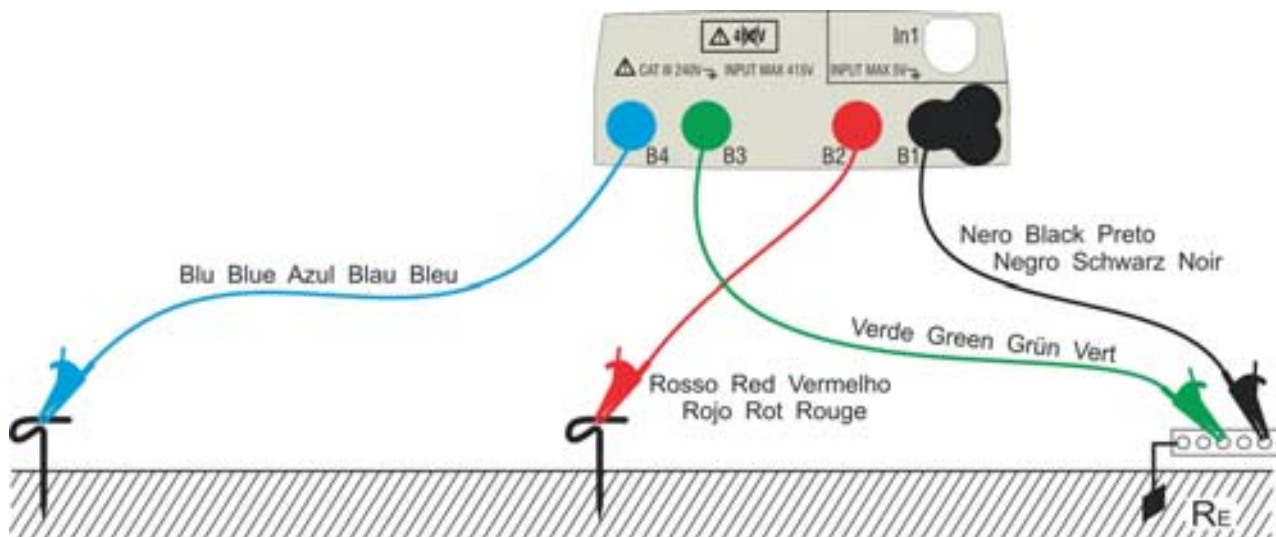
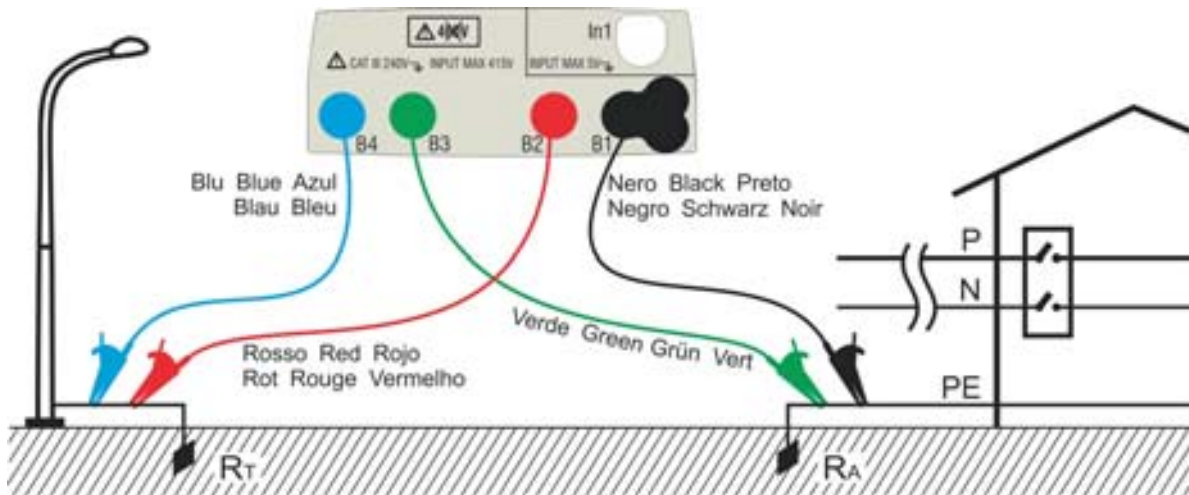
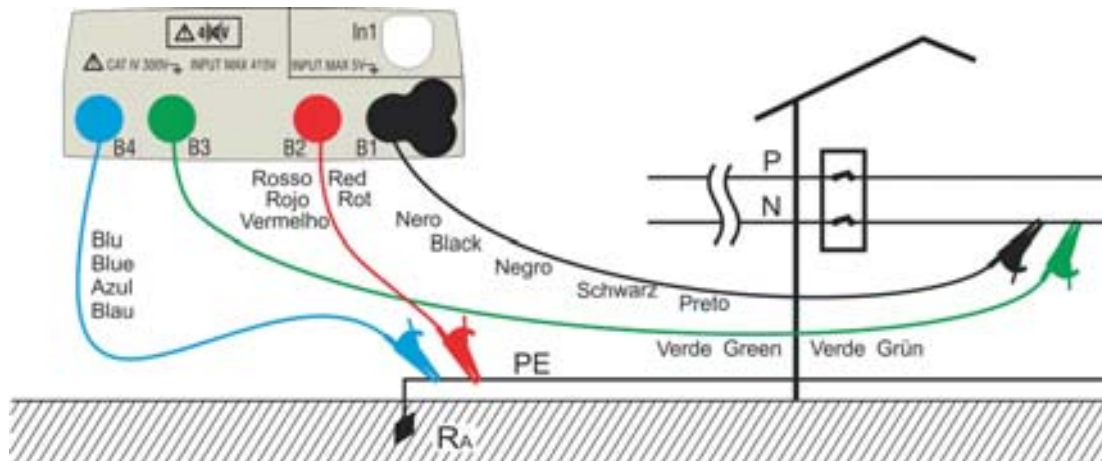
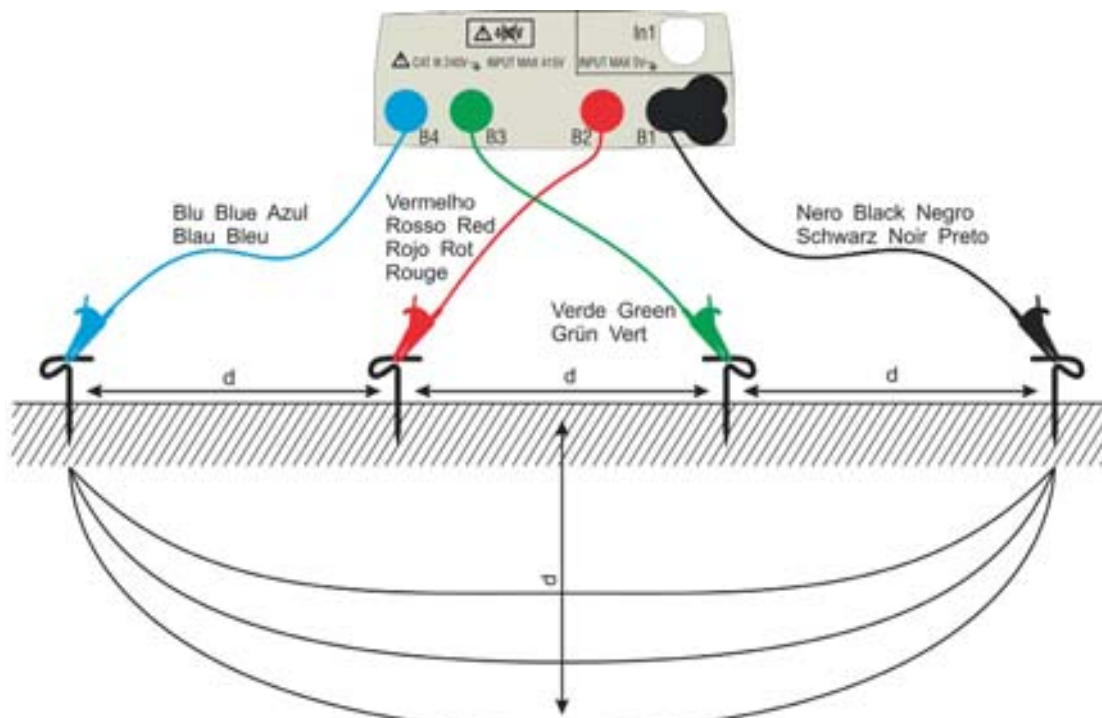

Fig. 28: Misura della resistenza di terra a 3 fili
Fig. 29: Misura della resistenza di terra a 2 fili con dispersore ausiliario
Fig. 30: Misura della resistenza di terra a 2 fili dal quadro di alimentazione
Fig. 31: Misura della resistività del terreno
- 12 Collegare i cocodrilli ai dispersori ausiliari ed all'impianto in esame in accordo alla Fig. 28, Fig. 29, Fig. 30 o Fig. 31